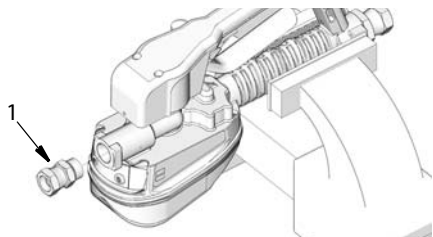

Рис. 3
3. Установите фитинг (1) на выходе, как показано на Рис. 3. Затяните фитинг гаечным ключом.